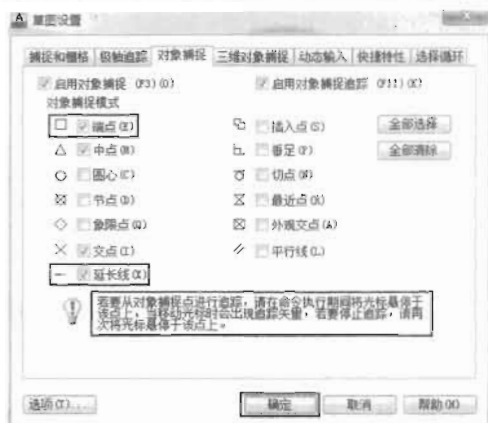

图 2-67
(2) 在辅助绘图工具栏上的“对象捕捉”按钮上单击右键,在弹出的菜单中选择“设置”命令,然后在弹出的“草图设置”对话框中勾选“端点”和“延长线”复选框,如图 2-67 所示,最后单击“确定”按钮完成设置。